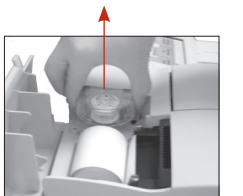

Figure 1 : Retirer la cartouche de la pompe péristaltique
2. Retirer la pompe en tenant fermement le boîtier et tirer vers le haut (Figure 1).